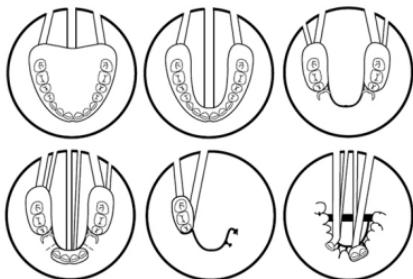

Abbildung 1: verschiedene Ausführungen der Anstiftung von Gusskanälen
- a. Bringen Sie, wie in Abbildung 1 dargestellt, Gießlöcher in das Hydrokolloid bzw. Silikon.